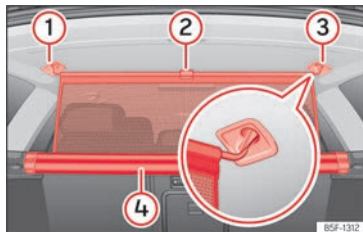

Abb. 199 Im Gepäckraum: Trennwandnetz einhaken.
- Ziehen Sie die Lasche »» (Abb. 199) ② nach oben, um das Netz aus dem Gehäuse ④ zu nehmen.
- Hängen Sie das Trennnetz an der rechten oder linken Seite ③ (vergrößerte Darstellung) ein.
- Hängen Sie das Trennnetz an der Aufnahme der anderen Seite ① ein, indem Sie an der Stange ziehen.
- Das Trennnetz ist richtig montiert, wenn die T-förmigen Enden sicher in den entsprechenden Aufnahmen ③ und ① eingehängt sind.